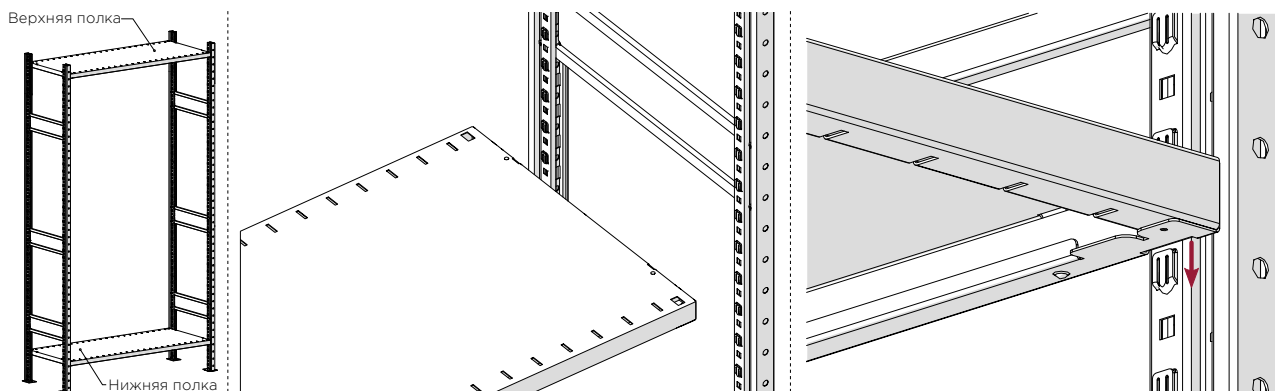

Рисунок 6 — Установка нижней и верхней полок
6. Установить нижнюю и верхнюю полки на необходимой высоте согласно схеме расположения ярусов (рис. 6).